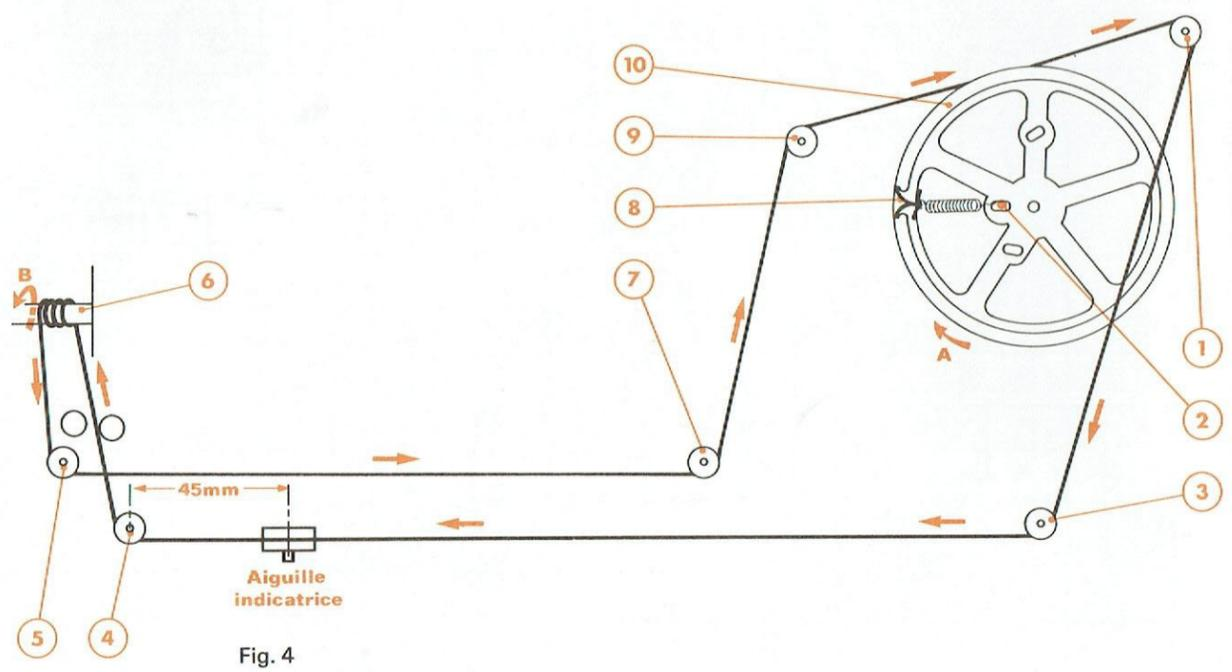

Fig. 4
I. REMPLACEMENT DU CORDONNET D'ENTRAINEMENT (Fig. 4)
- 1° - Tourner la poulie (10) dans le sens de la flèche A jusqu'en butée.
- 3° - Fixer l'autre extrémité du ressort au trou (2).
- 4° - Passer un brin du cordonnet dans l'encoche (8) et effectuer 1/4 de tour dans le sens de la flèche A sur la poulie
- 5° - Passer le cordonnet sur les poulies (1), (3) et (4).
- 6° - Effectuer 3 tours 1/2 dans le sens de la flèche B sur l'axe (6).
- 7° - Passer le cordonnet sur les poulies (5), (7) et (9).
- 8° - Effectuer 3/4 de tour dans le sens de la flèche A sur la poulie (10) et passer le cordonnet dans l'encoche (8).
- 9° - Fixer l'aiguille indicatrice à 45 mm de l'axe de la poulie (4).